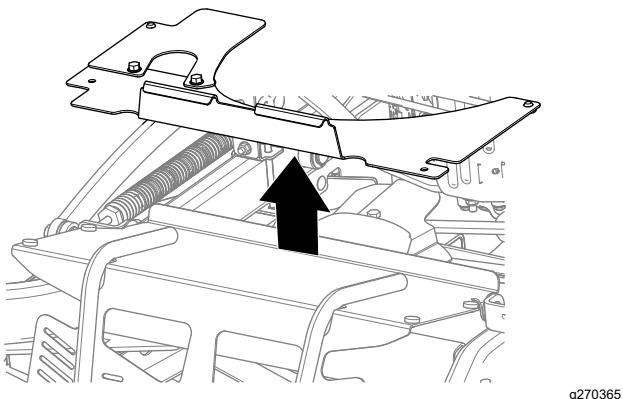

Figura 36
1. Perno –  $5/16'' \times 1''$  (2)      2. Protector de la correa
3. Retire la tuerca hexagonal ( $5/16''$ ) y la tuerca ( $5/16''$ ) que fijan la extensión del protector a los pernos de cuello cuadrado (Figura 36). Retire la extensión del protector.